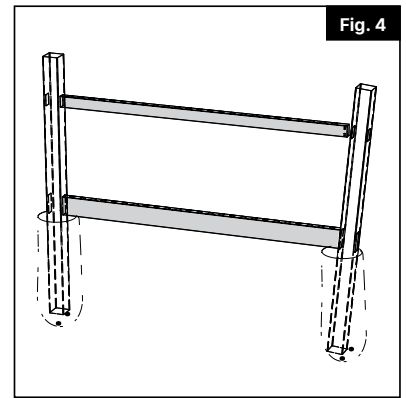

Fig. 4
- Insérer la traverse supérieure et la traverse inférieure dans les trous toupillés dans les deux poteaux (Fig. 4).